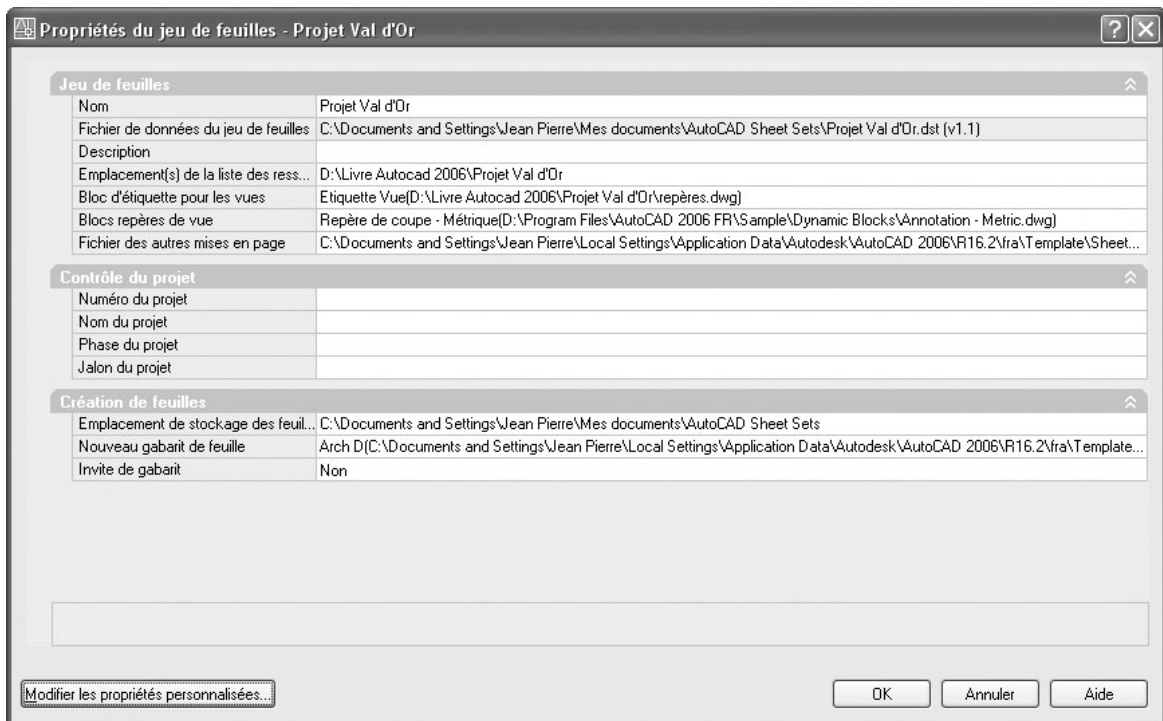

Fig.24.23
- [3] Dans la boîte de dialogue **Propriétés du jeu de feuilles** (Sheet Set Properties), cliquer sur **Blocs repères de vue** (Callout blocks). Cliquer ensuite sur le bouton [...], situé à droite sur la ligne (fig.24.23).